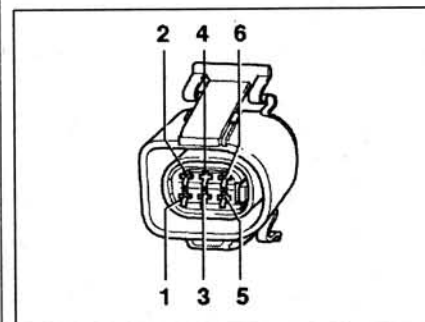

Рис. 3.36. Измерьте напряжение между контактами разъема проводки расходомера воздуха.
10. Измерьте напряжение между контактами разъема проводки расходомера воздуха (рис. 3.36).
- проверьте провода между считывателем кодов неисправностей и разъемом проводки на обрыв цепи: контакт 1 и гнездо 19, контакт 2 и гнездо 33, контакт 3 и гнездо 23, контакт 5 и гнездо 1, контакт 6 и гнездо 13 (рис. 3.36). **Заданное значение:** макс. 1.5 Ом;